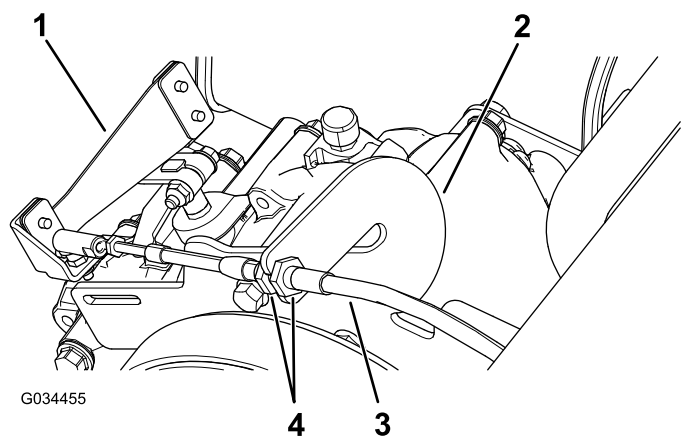

Figure 60
1. Desserrez les écrous de blocage sur le câble de sélection et ajustez-les selon les besoins (Figure 60).
- Vérifiez la position de l'inverseur de marche en tournant le sélecteur aux 3 positions différentes et vérifiez que le levier (Figure 60) passe correctement à chaque position; voir Levier et indicateur d'inverseur de marche \(page 12\).